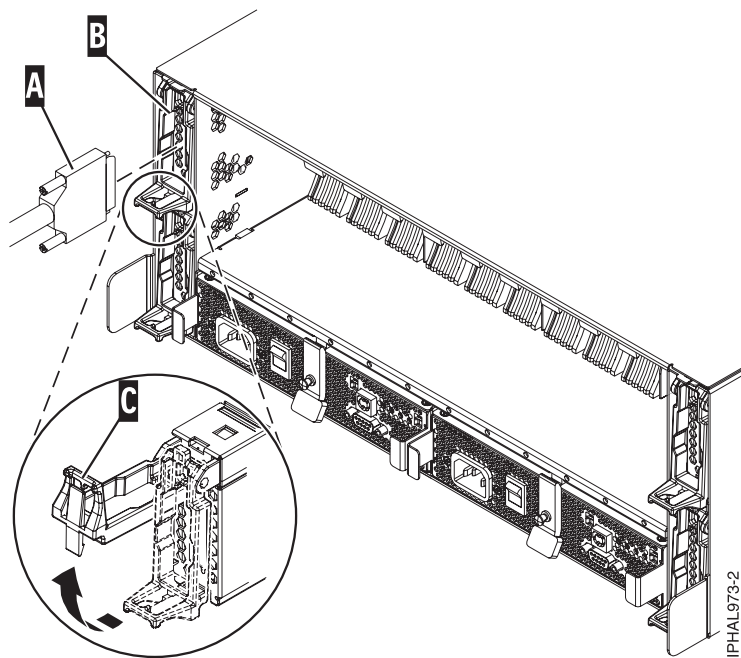
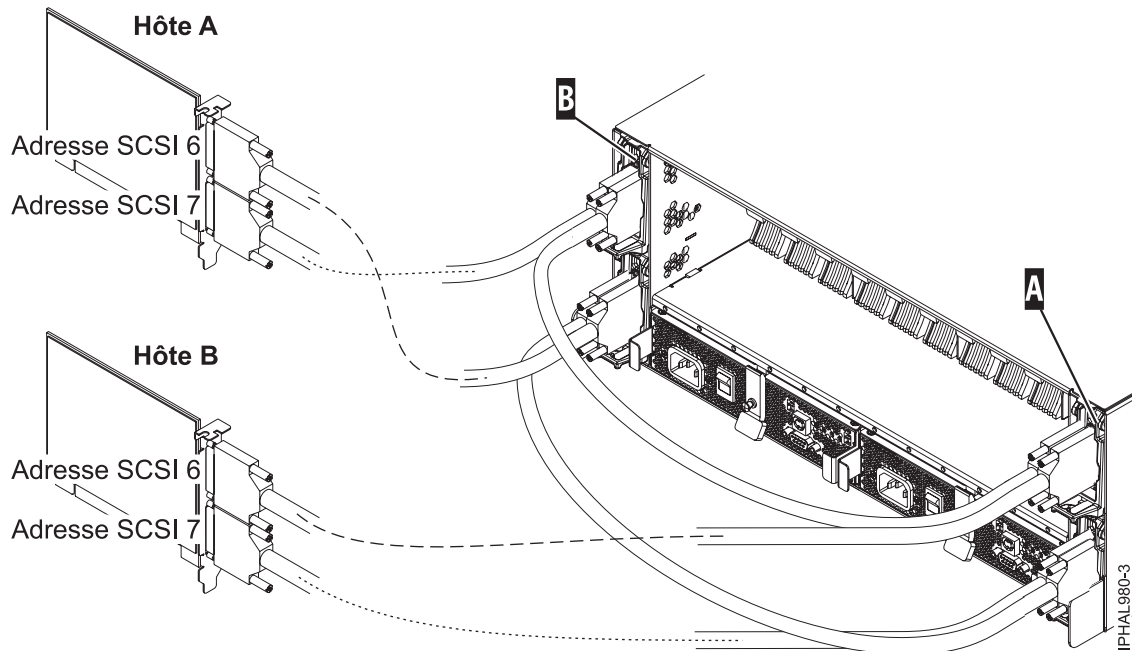
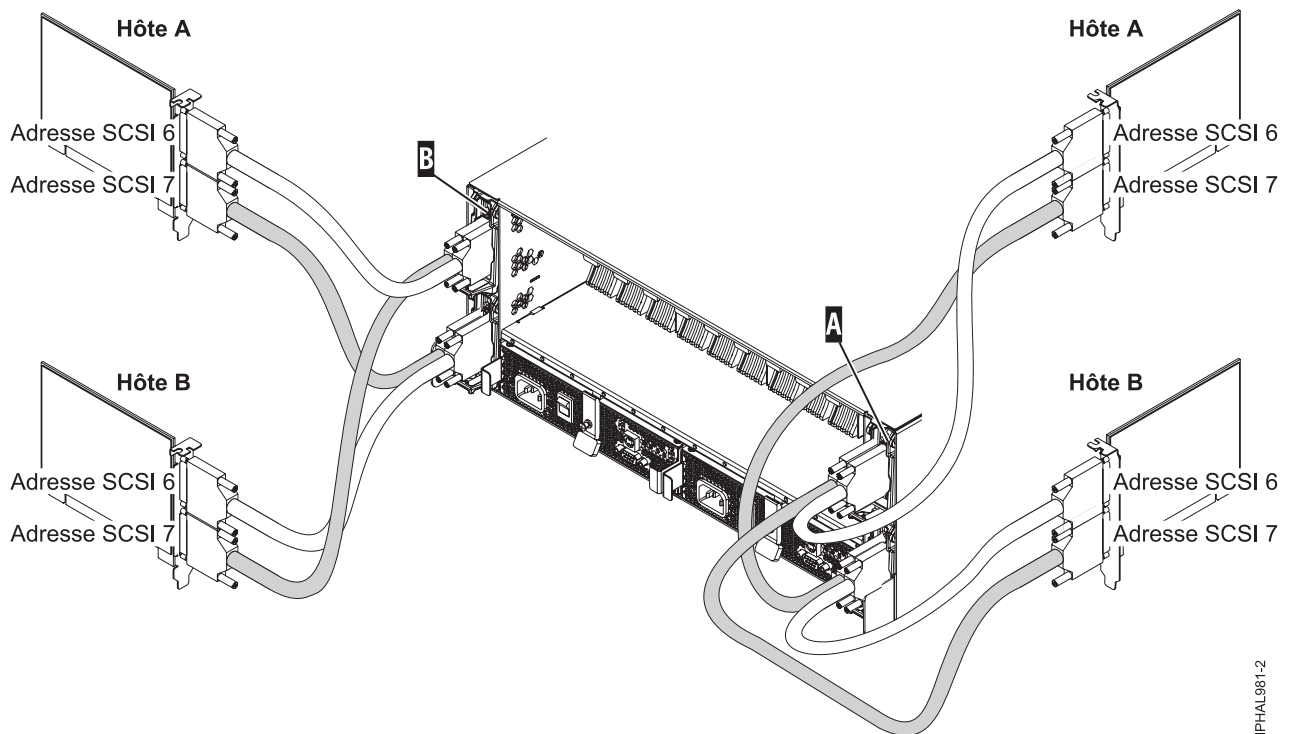

Figure 17. Câble SCSI relié à une carte répéteur simple
Figure 18. Câble SCSI reliant une carte répéteur double connectée à deux cartes SCSI
Figure 19. Câble SCSI reliant une carte répéteur double connectée à quatre cartes SCSI
- Si vous utilisez exclusivement des cartes répéteur simples ou doubles, branchez le câble SCSI (A) à la carte répéteur initiateur (B). Pour plus de détails, reportez-vous à la figure 17, figure 18, à la page 55 ou figure 19, à la page 55, en fonction de votre situation.